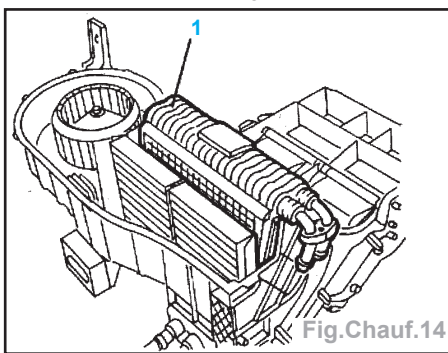

Fig. Chauff.14
- l'évaporateur (1) (Fig. Chauff.14).